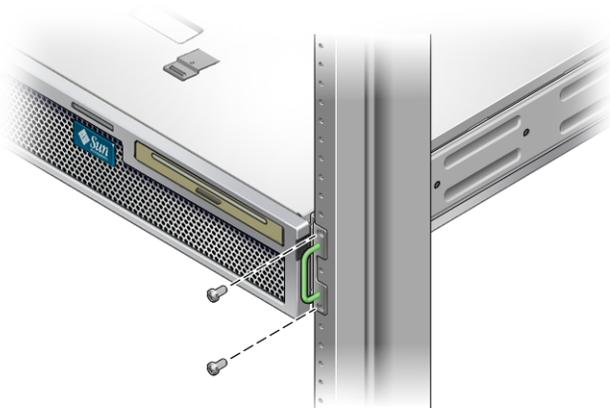

ABBILDUNG 3-13 Befestigen der Servervorderseite am Rack
15. Befestigen Sie die Vorderseite der Halterungen für die Festmontage, die an den Serverseiten angebracht sind, mit zwei Schrauben pro Seite an der Rack-Vorderseite (ABBILDUNG 3-13).